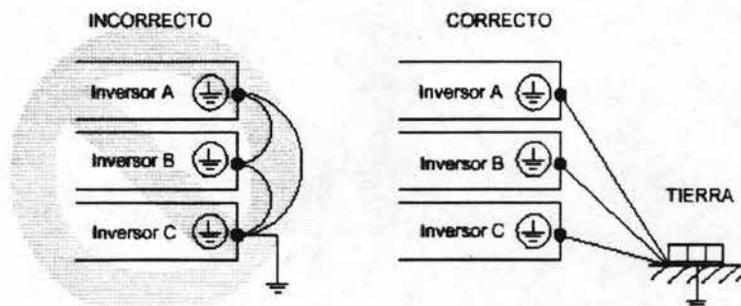

Figura 4.5 Conexiones a tierra de varios equipos
- Asegurarse que se ha hecho la conexión a tierra. Cada unidad debe tener su conexión independiente. Se recomienda evitar el uso de cables comunes de conexión a tierra (figura 4.5)